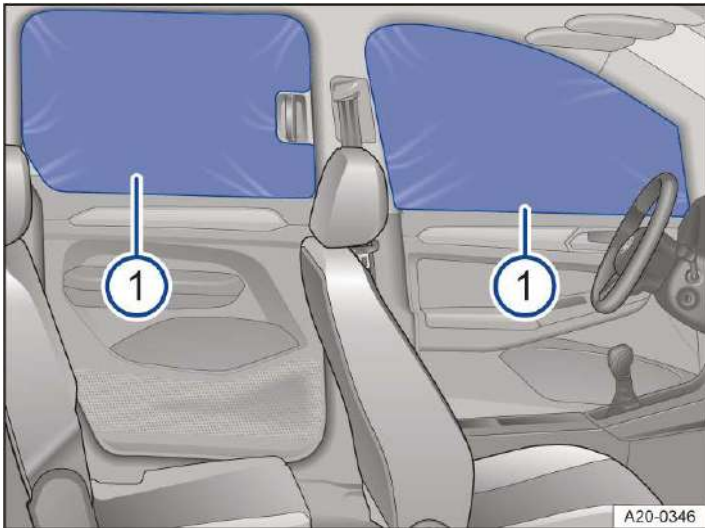

Abb. 1 An den Türen: Verdunkelung der Türscheiben.
1. Magnetgardinen → *Abb. 1* ① aus dem Aufbewahrungsbeutel nehmen und entfalten.